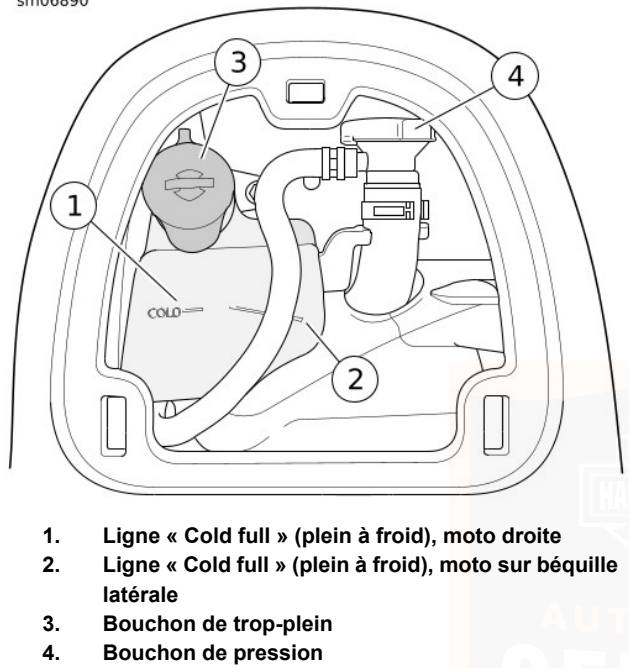

Figure 75. Niveau du liquide de refroidissement
Voir Figure 75 . Sur le réservoir de liquide de refroidissement figurent deux traits. Utiliser le trait incliné (2) lorsque la moto est appuyée sur la béquille latérale.
2. Voir Figure 75 . Vérifier que le niveau du liquide de refroidissement dans la bouteille de liquide est sur la ligne « COLD » (froid) (1) ou légèrement au-dessus.